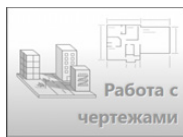

Рис. 3. Кнопка *Работа с чертежами*
– выполнить создание чертежа, щелкнув кнопку *Работа с чертежами* (рис. 3). Созданный файл сохраняется в формате *.dwg.